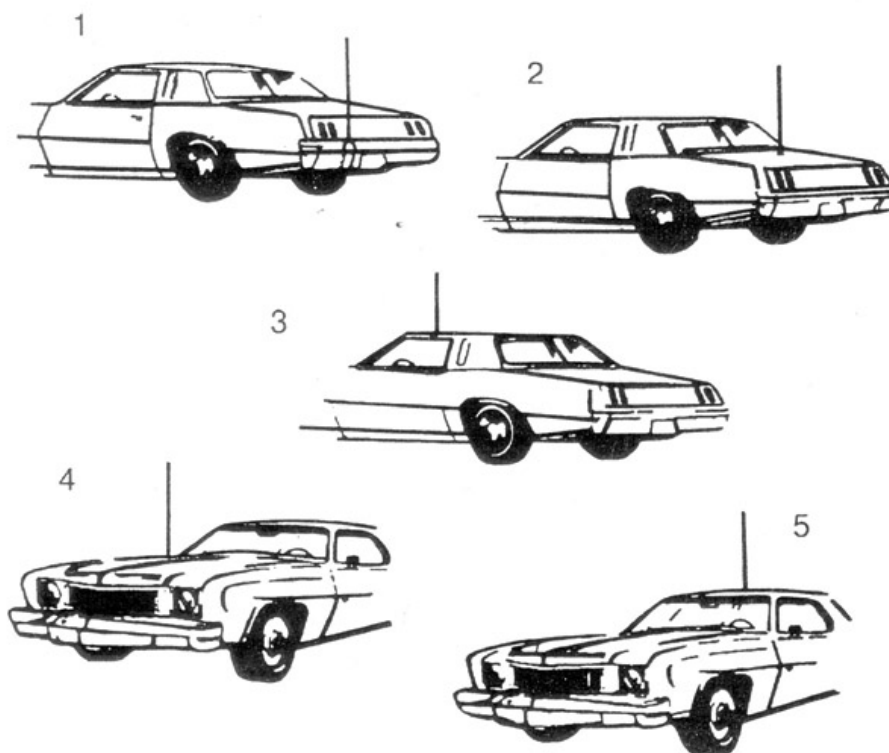

Рис. 4. Типичные места установки автомобильных антенн.
Этап 1. Вставьте радиостанцию в монтажную скобу до совмещения с фиксаторами (см. рис. 4). Установите оптимальный угол наклона корпуса радиостанции для удобства доступа.
В общем случае имеются два типа антенн для мобильных Си-Би радиостанций - полноразмерный штырь длиной $1/4$ волны (2,75 м) и укороченная согласованная штыревая антенна (от 0,5 до 1,9 м). Из-за большой длины полноразмерных антенн на автомобилях применяются, в основном, укороченные антенны длиной не менее 1,2 м, в различных конструктивных исполнениях с креплением через отверстие в крыше, на кронштейне за отбортовку водостока или на магнитном основании (см. рис. 4).
На рис. 4 показаны пять типичных мест установки автомобильной антенны: (1) задний бампер, (2) задняя крышка багажника, (3) отбортовка для стока воды, (4) капот, (5) крыша.